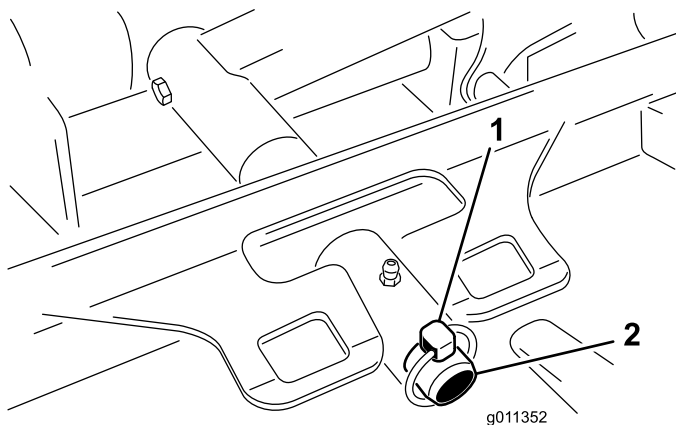

Figura 83
3. Retire el pasador de seguridad (máquinas Groundsmaster 4500) o la tuerca de retención (máquinas Groundsmaster 4700) que sujeta el bastidor de tiro de la unidad de corte al pivote del brazo de elevación (Figura 83).
2. Deslice el bastidor de tiro de la unidad de corte sobre el pivote del brazo de elevación (Figura 83). Sujete la unidad de corte al pivote con el pasador de seguridad (máquinas Groundsmaster 4500) o la tuerca de retención (máquinas Groundsmaster 4700).